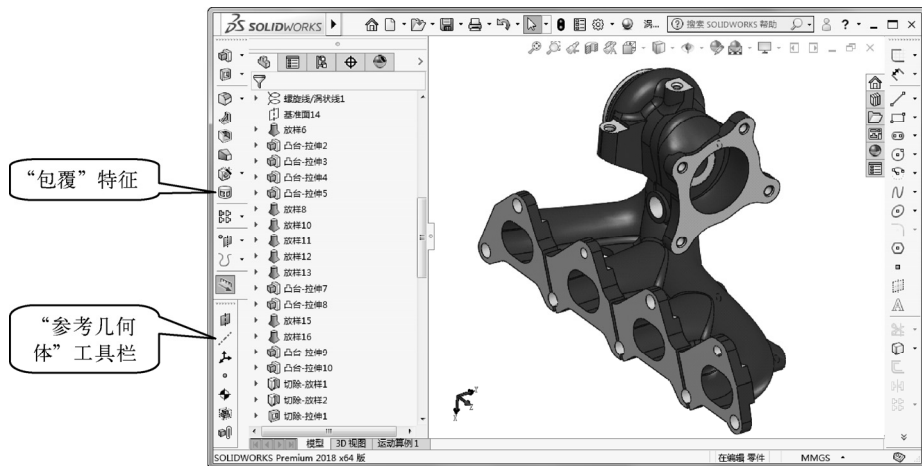

图 1-51 工具栏的最终调整效果
- 2) 显示“参考几何体”工具栏, 然后将此工具栏移动到窗口左下角“特征”工具栏的下部位置处, 如图 1-51 所示。